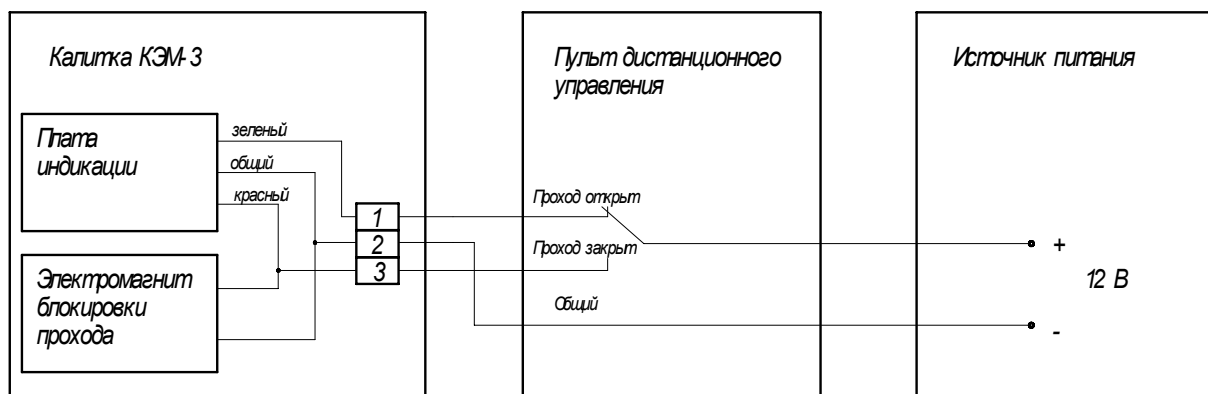

Рис. 4
- 4) Подключить калитку в соответствии со схемой подключения (рис. 4);